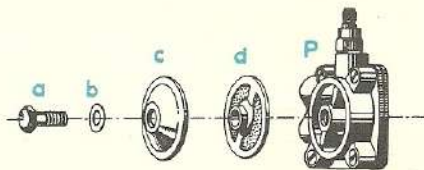

fig. 9
Draai de bout (a) van de brandstofpomp (P) los (fig. 9). Daarna kunnen de ring (b), het deksel (c) en de nylon filter (d) voorzichtig worden verwijderd. De filter schoonmaken (uitspoelen in benzine). Bij het weer in elkaar zetten van de brandstoffilter lette men erop, dat de filter weer goed op zijn plaats komt te liggen; de rand met uitsparingen moet liggen tegen het pomphuis (P) en wel zo, dat de rug van het pomphuis in de uitsparingen valt.